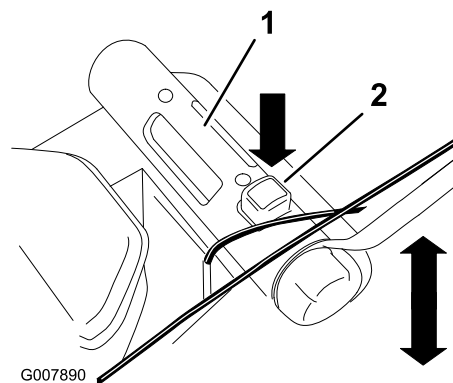

Figura 16
2. Premete il pulsante di regolazione dell'altezza di taglio e agite sulla manopola di regolazione per alzare o abbassare l'altezza di taglio (Figura 16).